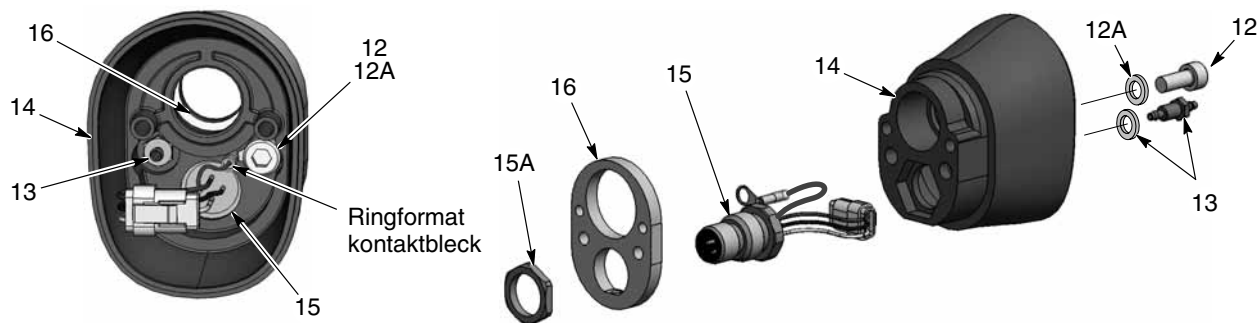

Bild 20 Demontering av rörmonterad pistol 5 av 5
18. Se bild 20. För att dela den bakre delen av pistolkroppen, tag av skruven (12) och den hullingförsedda kopplingen (13) från insidan av den bakre delen av pistolkroppen. Man behöver en 3-mm insexnyckel och en 1/4-tums hylsnyckel.
19. Tag av muttern (15A) från kontaktdelen, drag av jordplattan (16) från den bakre delen av pistolkroppen, och drag kontaktdelen genom kroppen.